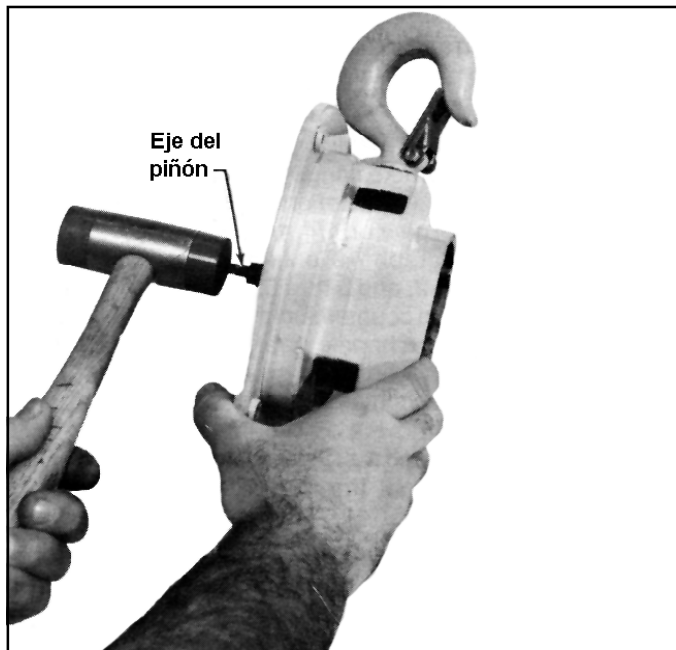

Figura 7-3. Extracción del eje del piñón
c. Extraiga el anillo de retención del eje del piñón (en el lado de la rueda de mando de la carcasa) y golpee ligeramente fuera del eje del piñón. Ver Figura 7-3. El cojinete de bola debe salir con el eje del piñón.